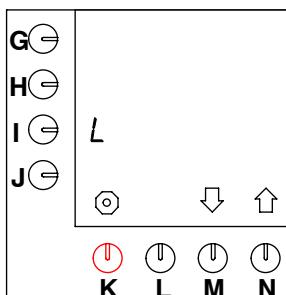

Fig. 22 La unidad ajustada por estandar = L (litros)
- Este es el valor por estandar, ver fig. 22).